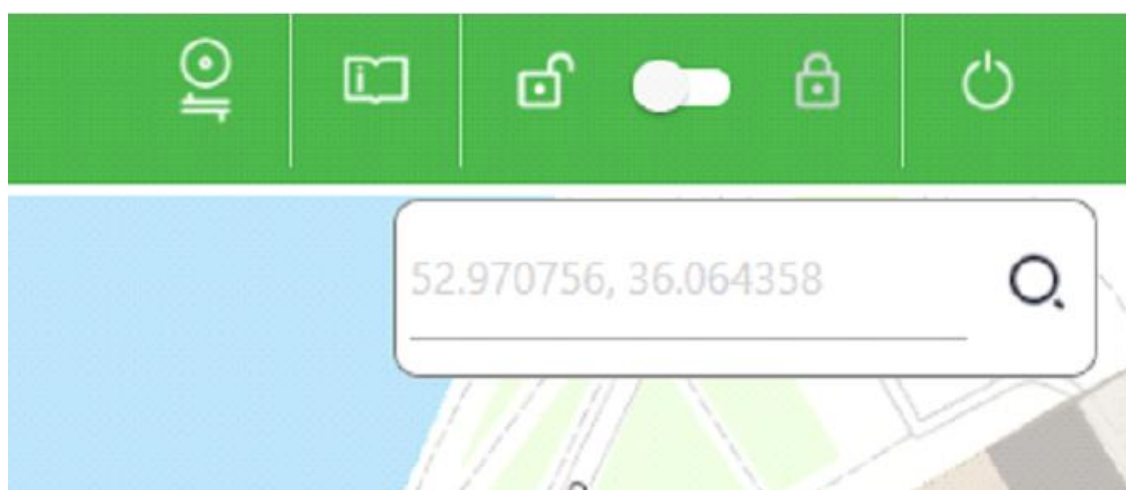

Рисунок 3. Окно позиционирования по прямоугольным координатам
масштаб (Mouse scroll). Угол поворота карты определяется фактической ориентацией синего, красного или желтого микрофонов на местности. Кнопка (6) позволяет осуществить позиционирование центра карты в автоматическом режиме по данным интернет-подключения (если оно доступно). Кроме того, при разблокировке карты доступно окно поиска по прямоугольным координатам (рисунок 3).